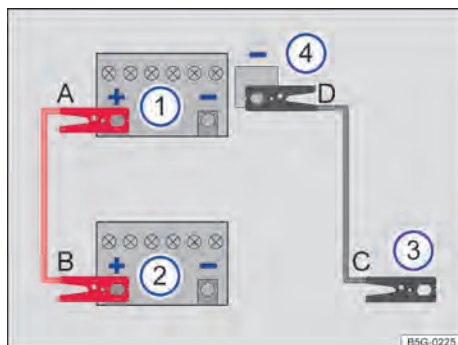

Fig. 217 Esquema para a conexão dos cabos auxiliares de partida no veículo que presta auxílio de partida.
Legenda para Fig. 217:
Conectar o cabo auxiliar de partida somente na sequência **A – B – C – D** → Fig. 217.
- Conectar uma extremidade do cabo auxiliar de partida *vermelho* ao polo positivo (+) do veículo com a bateria do veículo 12 V descarregada → Fig. 217 ① → .
- Conectar a outra extremidade do cabo auxiliar de partida *vermelho* ao polo positivo (+) da bateria do veículo 12 V fornecedora de corrente → Fig. 217 ②.
- Conectar uma extremidade do cabo auxiliar de partida *preto* → Fig. 217 ③, de preferência, num ponto de auxílio à partida (ponto de aterramento), ou então, na argola de reboque dianteira roscada, conectar uma peça metálica maciça firmemente aparafusada com o bloco do motor ou no próprio bloco do motor.
- Conectar a outra extremidade do cabo auxiliar de partida *preto* → Fig. 217 ④ no veículo com a bateria de 12 V descarregada, de preferência, ao ponto de auxílio à partida (ponto de aterramento) → Página 262 ou então na argola de reboque dianteira aparafusada → Página 264,
- Desconectar o cabo auxiliar de partida com o motor em funcionamento somente na sequência **D – C – B – A** → Fig. 217.